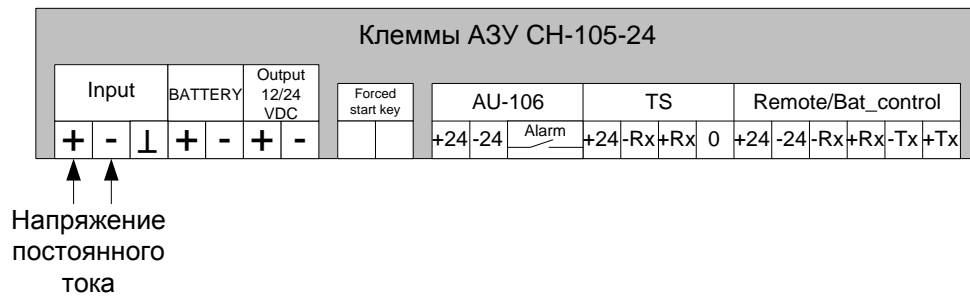

Рисунок 9 - Схема подключения АЗУ сети постоянного тока.
– постоянного тока 24 (В пост. тока), 110 (В пост. тока), 220(В пост. тока) Подключите кабель питания к клеммам «Input » АЗУ (смотрите Рисунок 9).